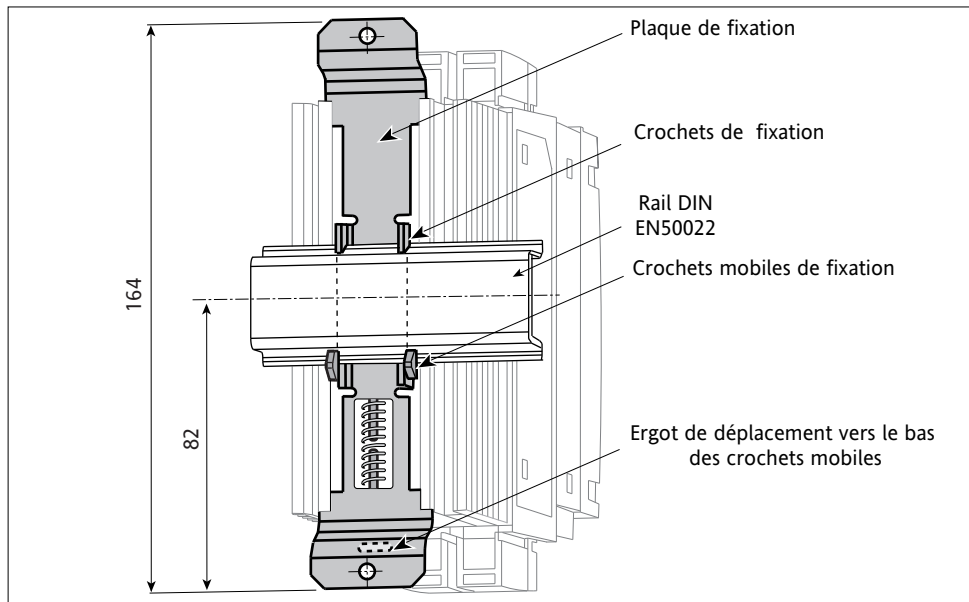

Figure 2-1 Fixation du contacteur statique 7100S sur rail DIN (de 16 A à 63 A). Vu de dos
- de deux crochets fixes et deux crochets mobiles pour être clipsée sur le rail DIN; les crochets mobiles se déplacent à l'aide d'un ergot muni d'un ressort (figures 2-1 et 2-2)
Pour le montage sur les **rails DIN** (figures 2-1 et 2-2) :